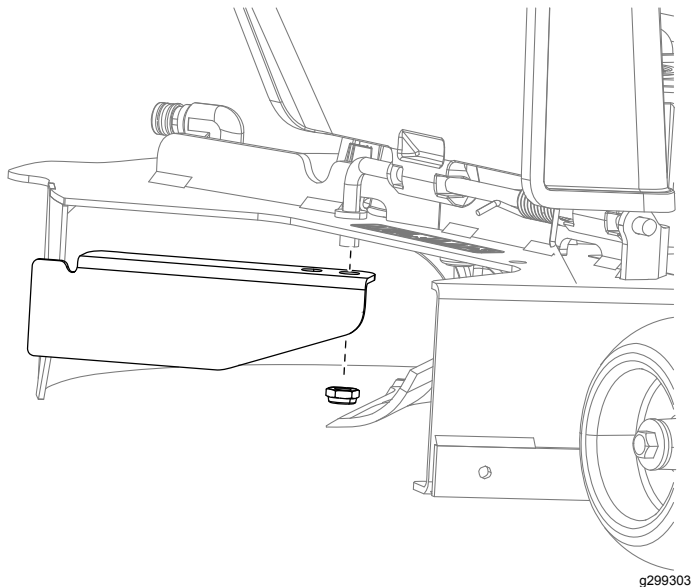

Bild 14
1. Nehmen Sie das vorhandene Ablenkblech von der Maschine ab (Bild 14).